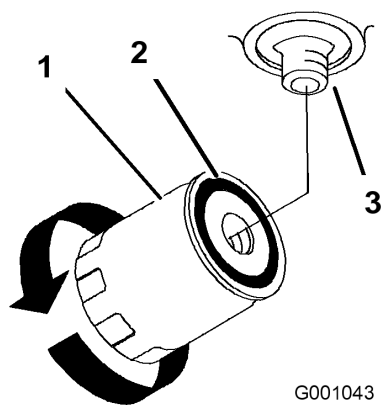

Figure 53
4. Localisez le filtre sous la base du moteur et placez un bac de vidange dessous (Figure 53).
5. Déposez le filtre usagé et essuyez la surface du joint de l'adaptateur (Figure 53).
9. Quand le filtre hydraulique est plein, tournez le filtre dans le sens horaire jusqu'à ce que le joint touche l'adaptateur, puis donnez 1/2 tour supplémentaire (Figure 53).